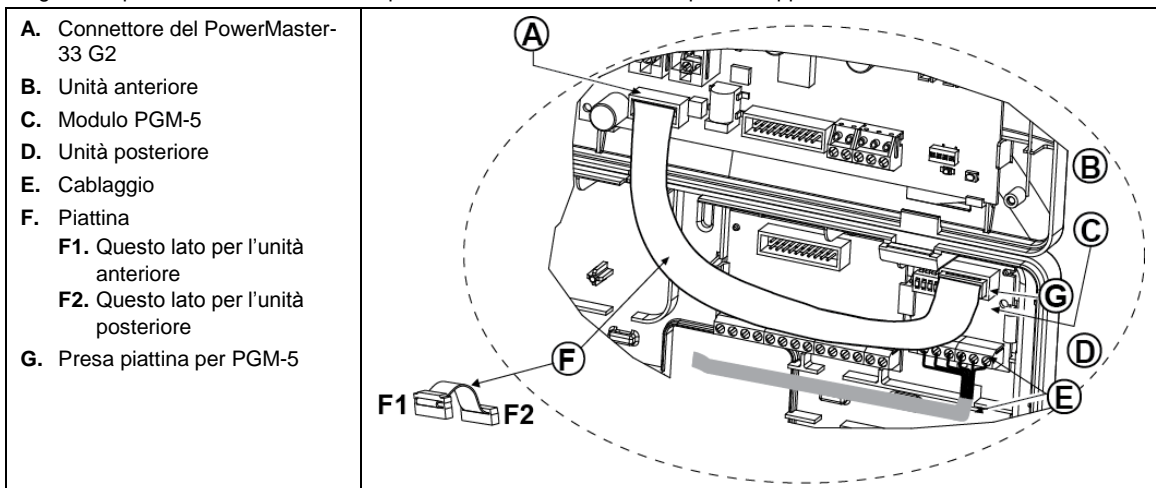

Figura 3.6 – Installazione del modulo PGM-5
Installare il modulo PGM-5 come mostrato in Figura 3.6.
Attenzione! Durante l'installazione del modulo PGM-5 si consiglia vivamente di disporre il cavo (E) come mostrato in Figura 3.6 per evitare interferenze che potrebbero verificarsi se il cavo passa troppo vicino alle antenne della centrale.